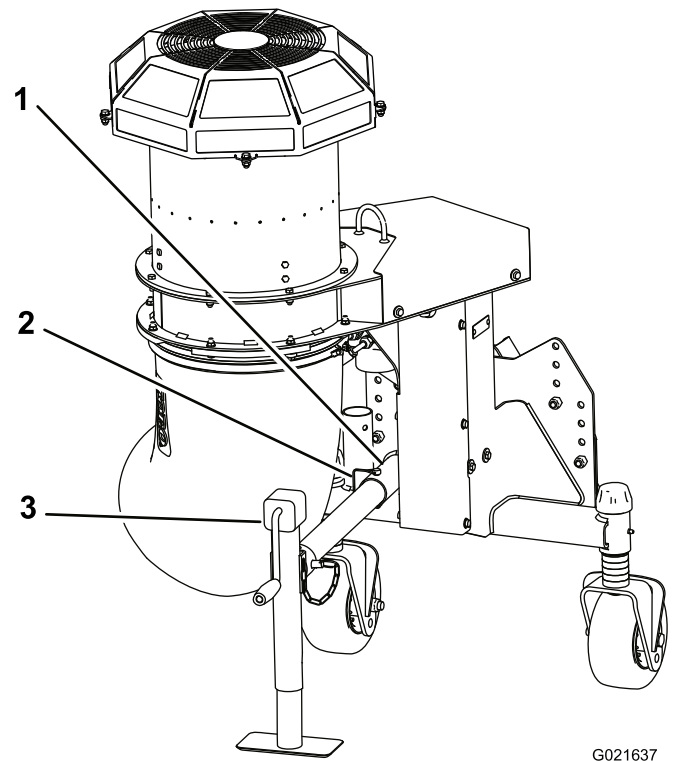

Figura 8
10. Introduzca el tubo del gato fijo en el tubo del bastidor, alinee los taladros y sujételo en esa posición con el pasador de alambre (Figura 8).